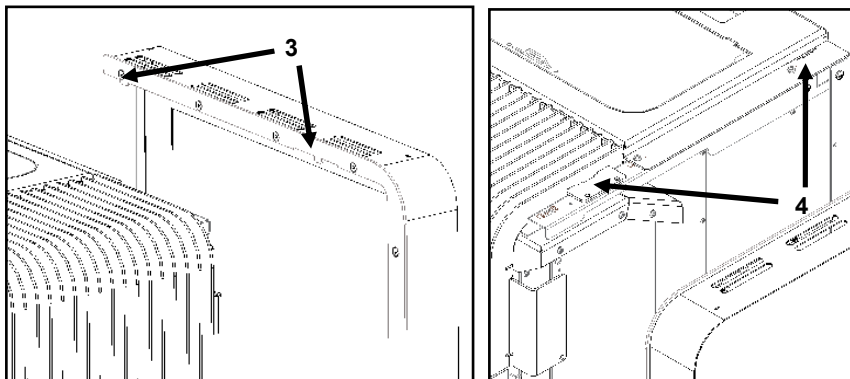

Figura 89 – Colocação das envolventes Aspen
d) De seguida, encaixar primeiro os furos inferiores **1** das capas laterais, nos guias **2** que se encontram no fundo da máquina, depois no sentido descendente encaixar os apoios **3** nos rasgos **4**, como demonstra a Figura 89.